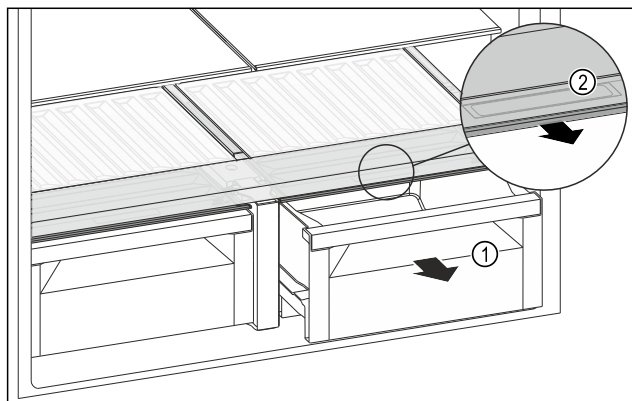

Fig. 132
- ▶ Zásuvku Fig. 132 (1) vytáhněte.
- ▶ Uchopte prohlubeň pro rukojeť Fig. 132 (2) na víku zásuvky a současně zatáhněte za víko zásuvky směrem dopředu.